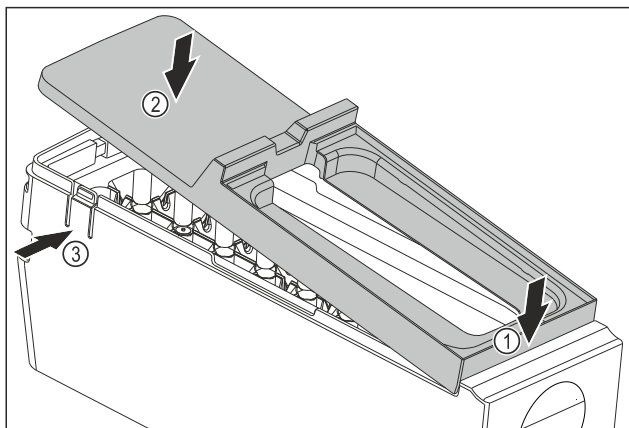

Fig. 108
- Montirajte poklopac tijela sustava EasyTwist-Ice: Postavite poklopac sprijeda. Fig. 108 (1)
- Spustite poklopac straga. Fig. 108 (2)
- Poklopac će se čujno uglaviti u oba jezička Fig. 108 (3).